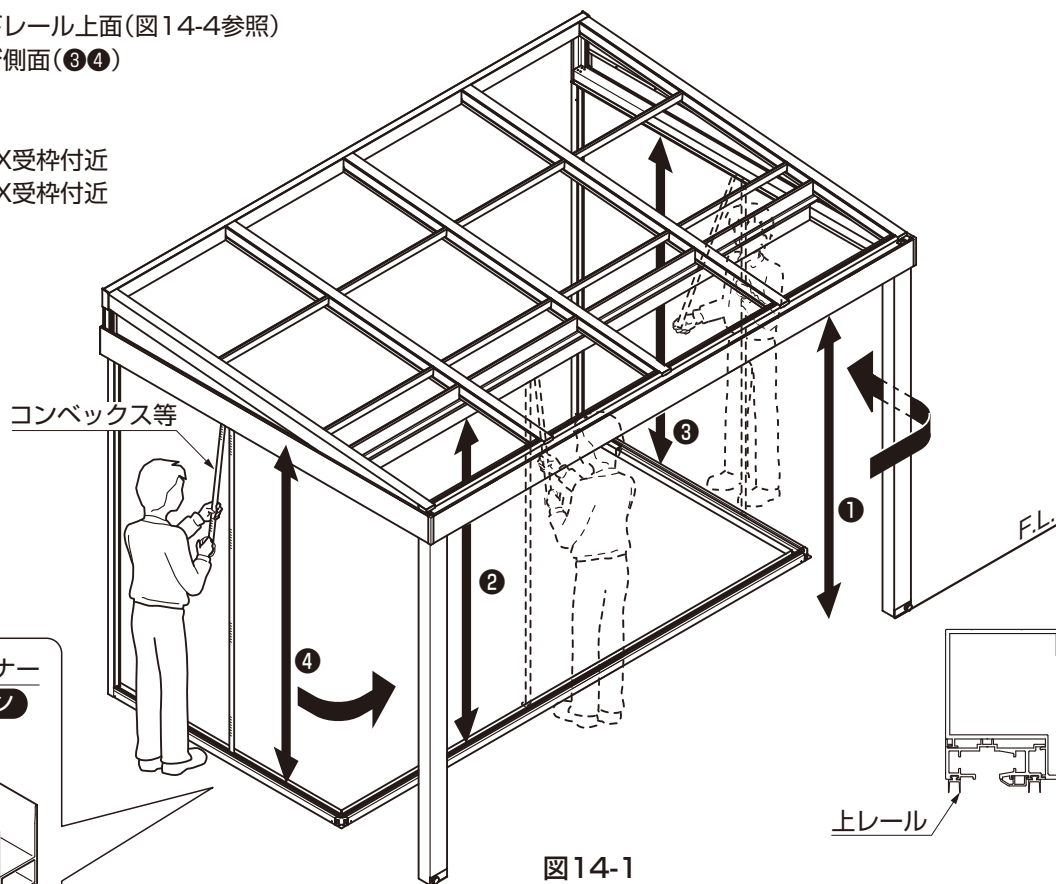

図14-1
①図14-1にしたがって①～④を計測し、各部の測定値が表14-1の範囲内であることを確認してください。